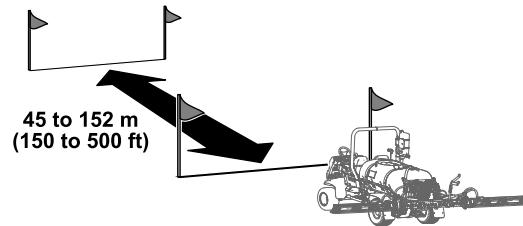
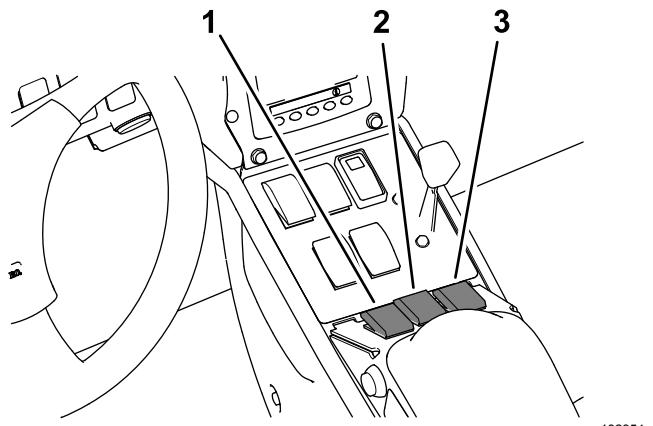

Figura 63
Figura 66
5. Marque una línea de salida en la zona de césped de prueba (Figura 63).
3. Pulse el botón 2 del InfoCenter y conduzca hasta la línea de llegada (Figura 66 y Figura 63).